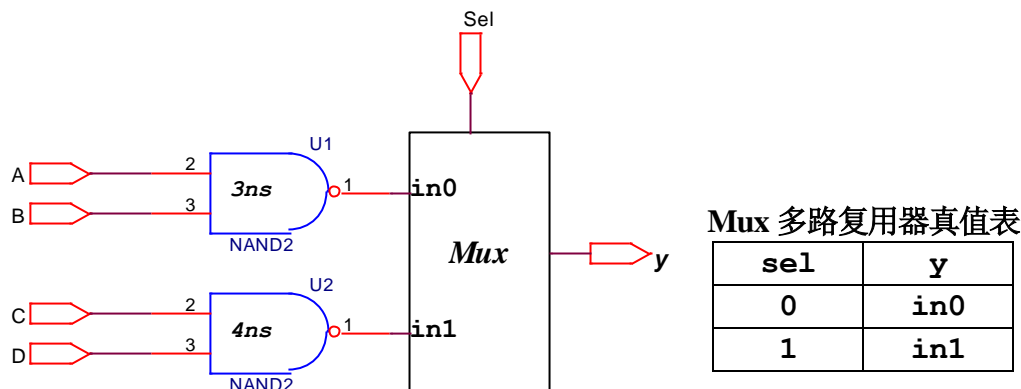

图 4、习题 8 电路原理图
2.8、采用结构（Structural）描述方式设计一个 Verilog 模块，描述图 4 所示电路原理图表示的电路。